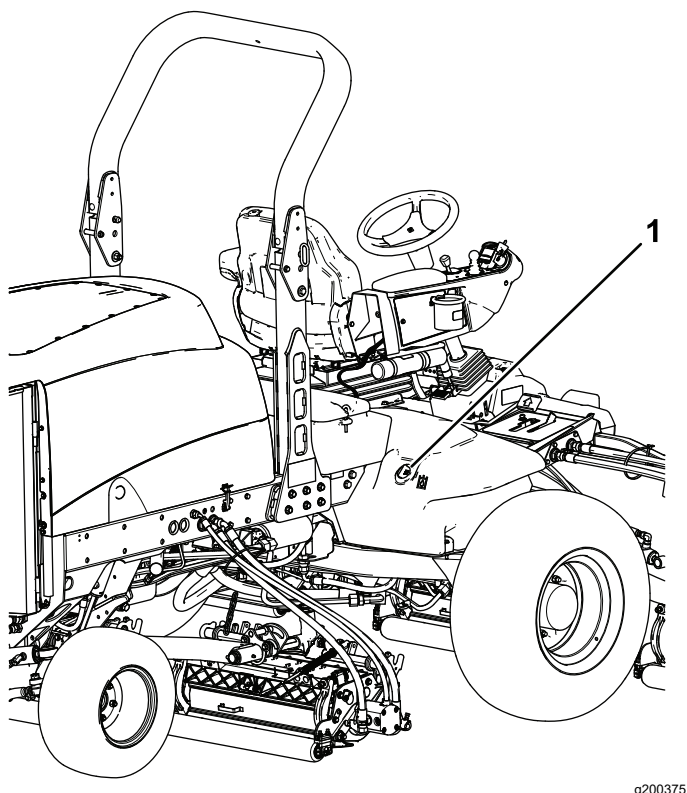

Figura 119
2. Limpie la zona alrededor del cuello de llenado y el tapón del depósito hidráulico (Figura 119).